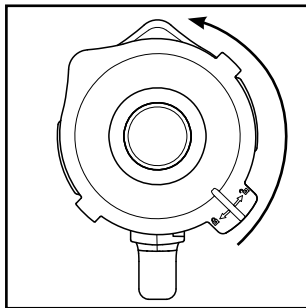

Fig. 1
- 1) Scoateți recipientul de amestecare ❸ drept, în sus din blocul motor ❶.
- 2) Îndepărtați capacul ❷ rotindu-l în sens antiorar, în poziția  (a se vedea fig. 1), până când îl puteți ridica.
- 3) Umpleți recipientul de amestecare ❸ cel puțin până la reperul inferior al scalei ❹ și cel mult până la marcajul MAX. Pentru rezultate optime vă recomandăm următoarele cantități maxime de umplere: